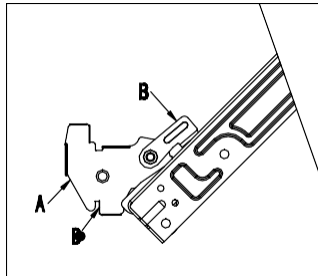

Fig.11-1
- Abra completamente a porta e levante as 2 alavancas “B” (fig.11-1);